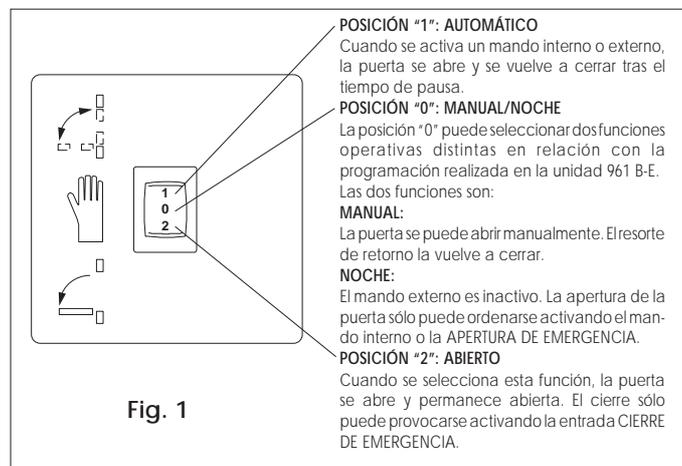

Fig. 1
**Sistema de arrastre (fig. 1- ref. 7)**
**Muelle de cierre (fig. 1- ref.10)**
- 3) Mantener bien sujeto el brazo y quitar el tornillo de regulación de la tensión del muelle (fig. 1 - ref. 5).
- 6) Realizar los ajustes necesarios y bloquear el tornillo de regulación (fig. 1-ref. 5) con loctite.
El equipo automático 961 B-E está dotado de un selector que permite elegir la lógica de funcionamiento (fig. 1).